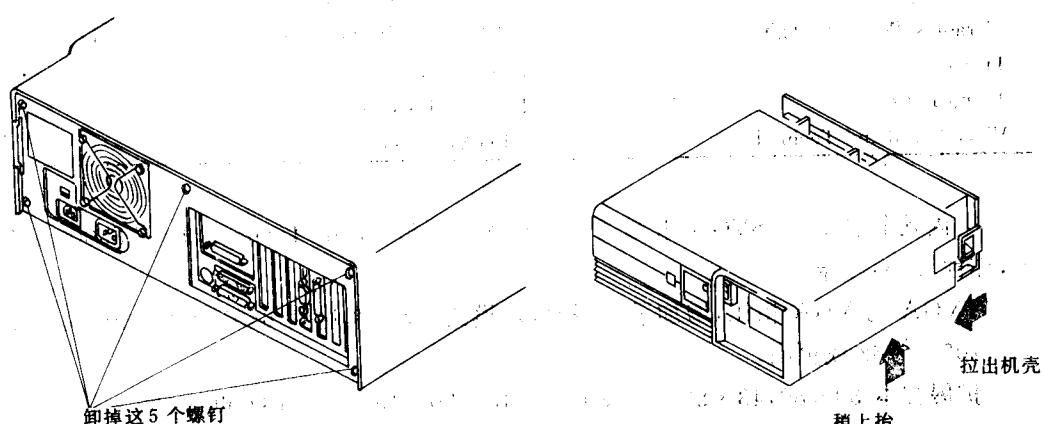

图 1—4 打开机壳示意图
面对主机背面,能看到 5 个把机壳固定到机器上的螺钉(如图 1—4),在确信电源被切断之后,用螺丝刀将 5 个螺钉取下,然后旋转主机使其前面板朝操作者,细心地将机壳向前抽拉,使它倾斜取下,然后,观察内部结构和布局。
- 电源盒:150—200W 开关电源(图 1—5)。